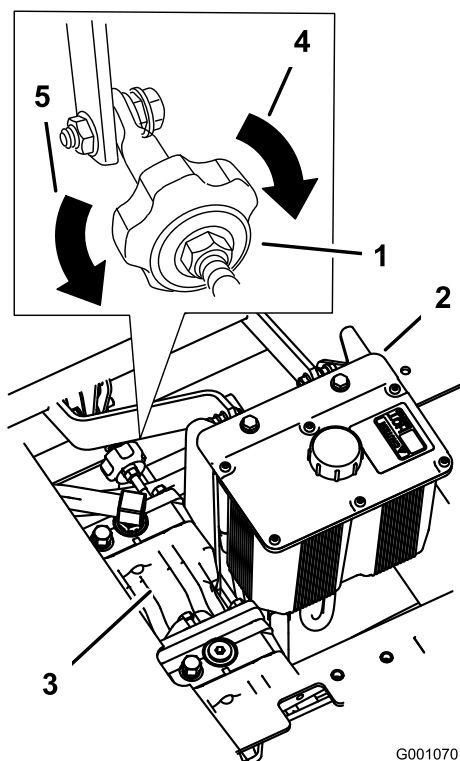

Bild 49
4. Wenn die Maschine nach rechts gehen soll, drehen Sie das Handrad zur rechten Seite der Maschine. Siehe Bild 49.
5. Wenn die Maschine nach links gehen soll, drehen Sie das Handrad zur linken Seite der Maschine. Siehe Bild 49.